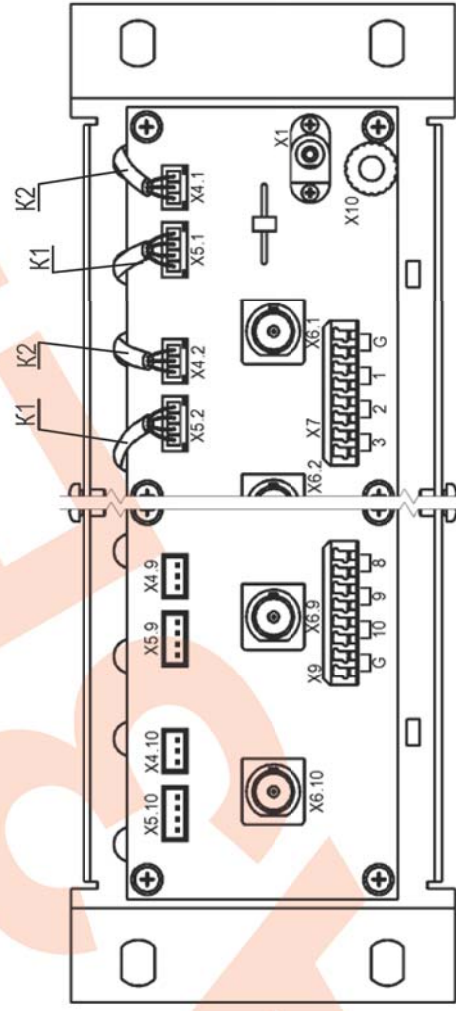

Рис.1 Вид сзади (крышка снята)
2. Подключить сигнальные линии, идущие от передатчиков, к разъёмам X7 ÷ X9 (рис.1). На данных разъёмах пронумерованы пары контактов. Линию, идущую от передатчика №1 необходимо подключить к первой паре контактов (1) разъёма X7, линию от передатчика №2 к паре контактов 2 разъёма X7. Аналогично подключаются линии 3 ÷ 10.
3. Подключить дренажные проводники (проводники имеющие контакт с экраном кабеля) к любому из двух разъёмов X7, X9 контакт G (рис.1).
1. Соединить клемму заземления X10 (рис.1) проводом с шиной заземления.
3. Подключить блок питания к крейту с помощью разъёма питания X1 (рис.1).
Выходные видеосигналы снимаются с соответствующих BNC-разъёмов X6.1 ÷ X6.10 (рис.1).